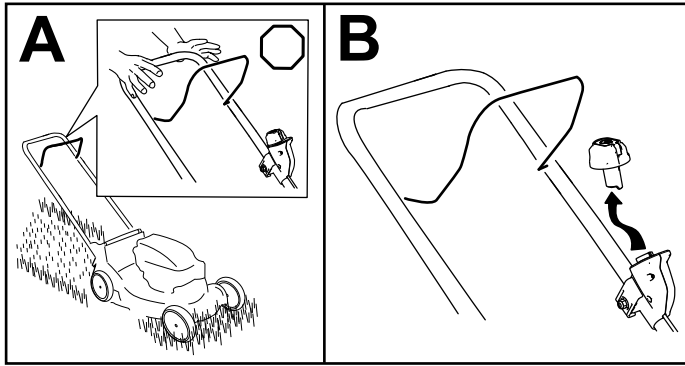

Figure 11
1. Relâchez la barre de commande de la lame (A de la Figure 11).
2. Retirez le bouton de démarrage électrique du démarreur électrique (B de la Figure 11).